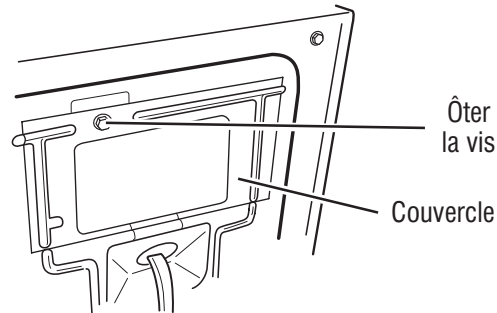

Figure 3 - Retirer le couvercle.
- 2.** Retirer le couvercle qui se trouve sur le coin supérieur droit à l'arrière de la sècheuse. Voir figure 3.
2. Retirer le couvercle qui se trouve sur le coin supérieur droit à l'arrière de la sècheuse. Voir figure 3, page 42.